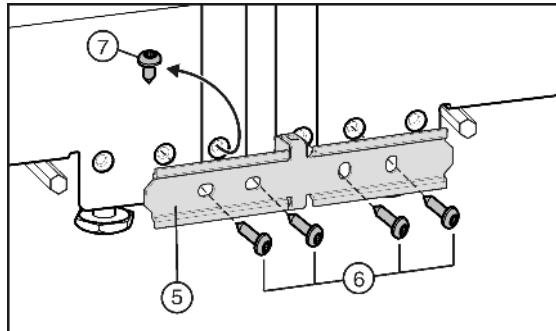

Fig. 6
- ▶ Indien uw apparaat met voorgesloten schroef Fig. 6 (7) werd geleverd: schroef uitdraaien.
- ▶ Verbindingsstrip Fig. 6 (5) aan een apparaat losjes met twee schroeven Fig. 6 (6) bevestigen.